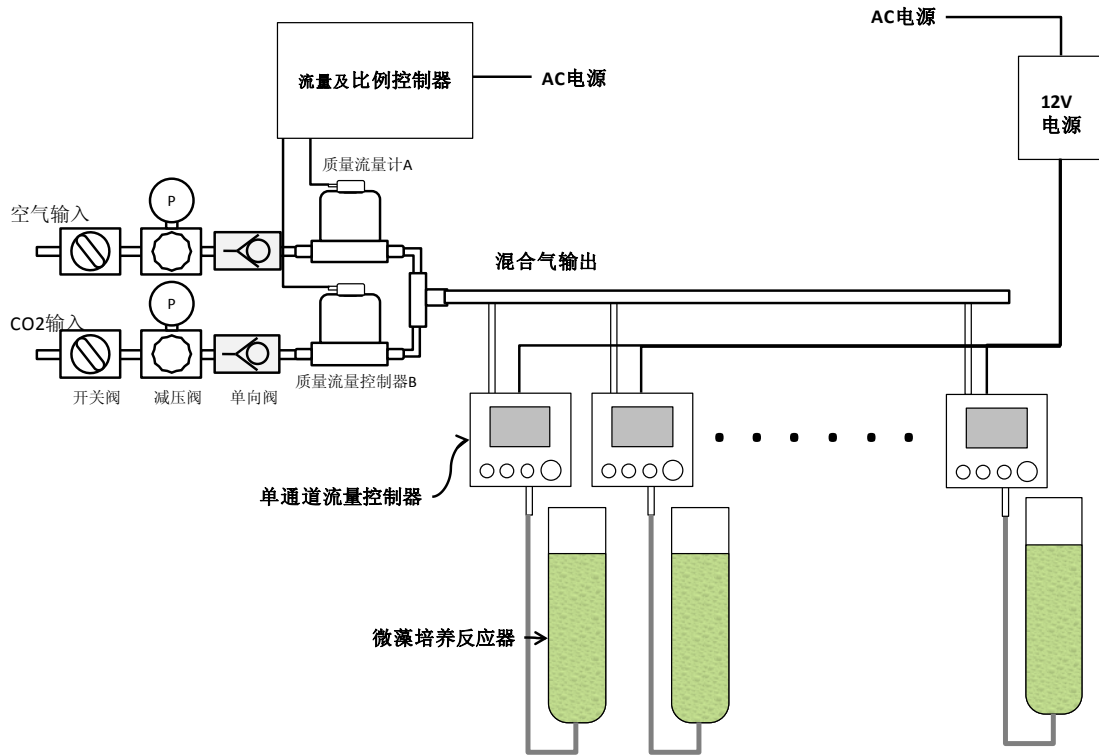

图7 应用方案
- (1) 记录原校准数据：开机时按下电源键后立刻按下按键 B，进入 10%CO2 流量校准界面（见图 7），按下按键 B，可切换校准数据项，此时记录各电压下流量值共计 7 个。
- (2) 测定新数据：在正常模式下将流量控制器入口连接 10%CO2 混合气气源，出口连接皂泡流量计，分别设置流量为上一步记录的原校准流量值，待控制流量稳定后测定各流量下的流量及气温。
- (3) 计算新校准数据：根据理想气体方程计算出 SCCM 值，例：